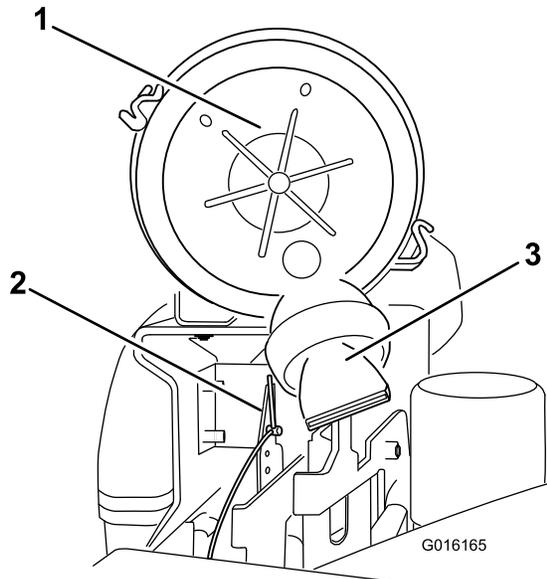

Figura 46
4. Coloque la tapa del limpiador de aire de manera que la válvula de alivio no interfiera con el mecanismo del acelerador (Figura 46).
5. Sujete la tapa con los enganches (Figura 46).